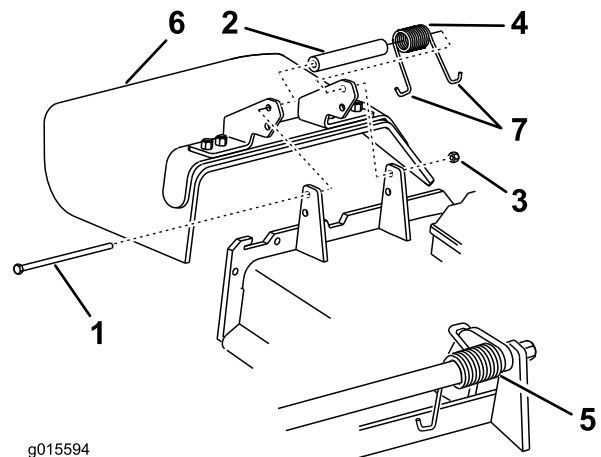

Figure 102
1. Retirez le contre-écrou, le boulon, le ressort et l'entretoise qui fixent le déflecteur aux supports de pivot (Figure 102).
2. Enlevez le déflecteur s'il est endommagé ou usé (Figure 102).
**Remarque:** Prenez soin de placer l'extrémité en J du ressort derrière le bord du tablier avant de mettre le boulon en place, comme montré à la Figure 102.
6. Placez l'extrémité en J du ressort autour du déflecteur d'herbe (Figure 102).